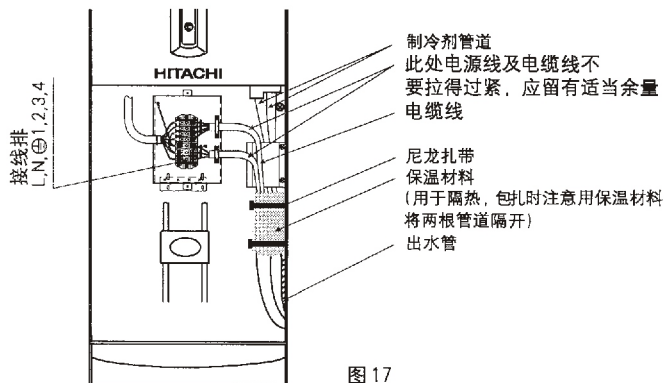

图17
- (3) 必须将黄/绿芯线接到带有“⊕”标志的端子上。
- (4) 将电源线、电缆线用压板压紧，以防止接线端子受力后脱落。
- (5) 将制冷剂管道用附件⑩尼龙扎带按图17要求扎起来。
- (6) 将电源线、电缆线从制冷剂管道外接管通过的管道孔穿过，如果从后板穿过，管道孔必须装上管道孔护孔环，以防电源线、连接电缆损坏发生漏电危险。
- (7) 接线完成后，装上铜管压板(下)。
- (8) 室内电源必须安装空气开关。